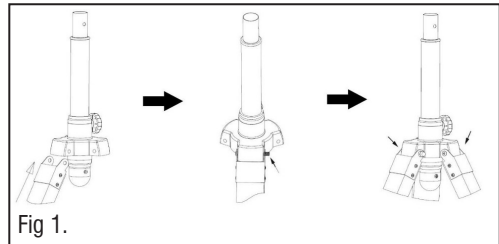
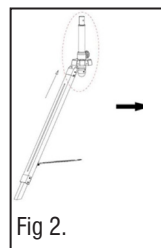

Fig 1.
Fig 2.
- 3.2.1.2. Fixe a parte metálica da perna do tripé de madeira ao suporte do tripé (Fig. 1), alinhe os orifícios e coloque os parafusos de fixação até ao fim (Fig. 2). Observe a orientação da extremidade da perna.